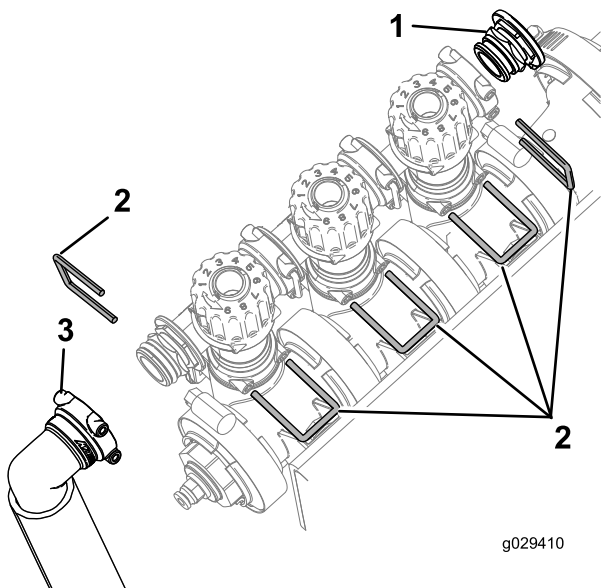

Figura 10
3. Retire las horquillas de retención que sujetan el grupo de válvulas de desvío de los brazos, el tapón de extremo y la manguera, como se muestra en la Figura 10.